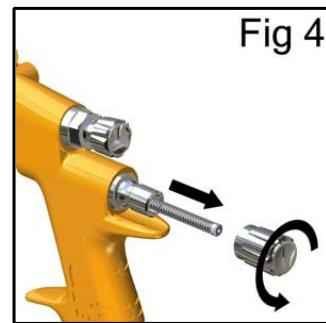

Fig 4
3. アジャストスクリュー(28)とスプリング(29)を外します。(Fig 4 参照)